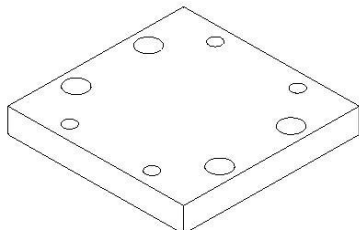

图5-73
6. 在设计区域中只显示 B 板，将其他组件全部隐藏，结果如图 5-73 所示。